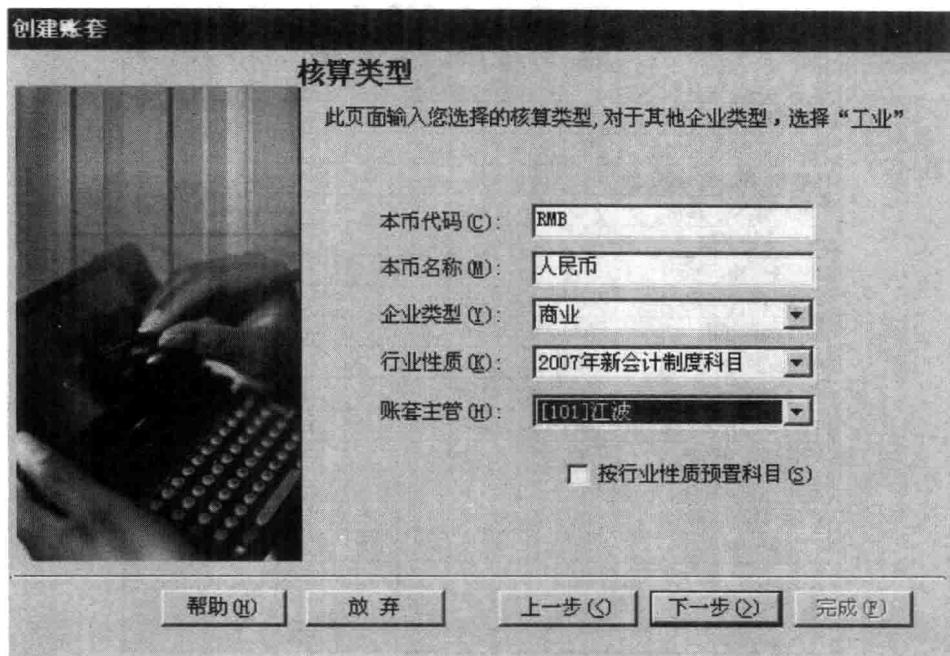

图 1-1-4 核算类型对话框
(4) 单击“下一步”按钮，打开“核算类型”对话框，如图 1-1-4 所示。